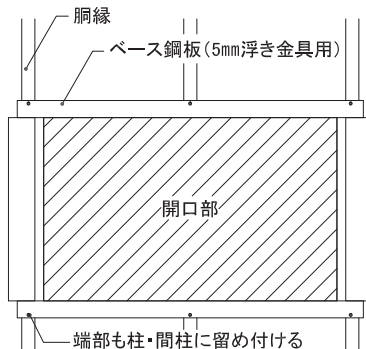

図2 ベース鋼板(5mm浮き金具用)
- 開口部まわりはベース鋼板(5mm浮き金具用)を開口部上下に取り付けてください。(図2、3参照)